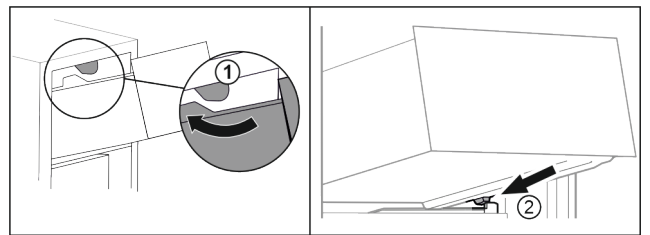

Fig. 90
- ▶ Far passare il cassetto sui fermi superiori. Fig. 90 (1)
- ▶ Applicare il cassetto inclinandolo dietro i fermi inferiori sulla nervatura del contenitore. Fig. 90 (2)